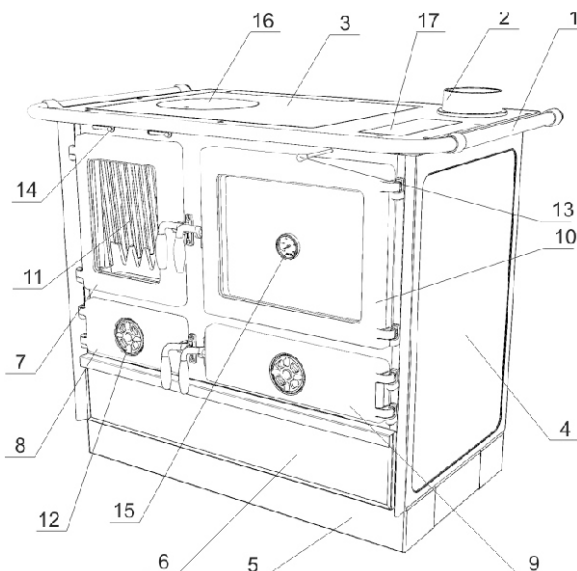

Рисунок 1
Верхняя поверхность (Рисунок 1, позиция 3) - чугунная рама, чугунный варочный настил с круглой вставной частью – конфоркой. С трех сторон рамы плиты на опорах установлен поручень (Рисунок 1, позиция 1).
С плитой поставляется чугунный дымоотводный патрубок (Рисунок 1, позиция 2), который монтируется к варочной поверхности или к присоединению сзади плиты, двумя винтами. Герметичность между варочной поверхностью и рамой плиты обеспечивает бесасбестовый шнур.
Топочная камера (Рисунок 1, позиция 11) - чугунная.
- дверцу зольного ящика оставьте открытым до появления стабильного огня, после закрытия интенсивность горения регулируйте с помощью регулятора подачи воздуха (рисунок 1, позиция 12)
- При добавлении топлива, приоткройте дверцу( рисунок 1,позиция 7) на несколько градусов,подождите 4-5 секунд и только после этого медленно откройте до конца. Не открывайте дверцу быстро,т.к из плиты могут выпасть искры огня.
Регулятором первичного воздуха в плите Вы регулируете температуру,мощность и скорость сгорания топлива(Рисунок 1, позиция 12 ).Регулятор вторичного воздуха предназначен для ускорения процесса сгорания топлива, и чтобы стекло дверцы топочной камеры оставалось чистым. Комбинированием первичного воздуха (находится на дверце зольного ящика и вторичного (задвижки находится над дверцей топочной камеры, рисунок 1,позиция 14 ), достигается желаемая интенсивность горения.